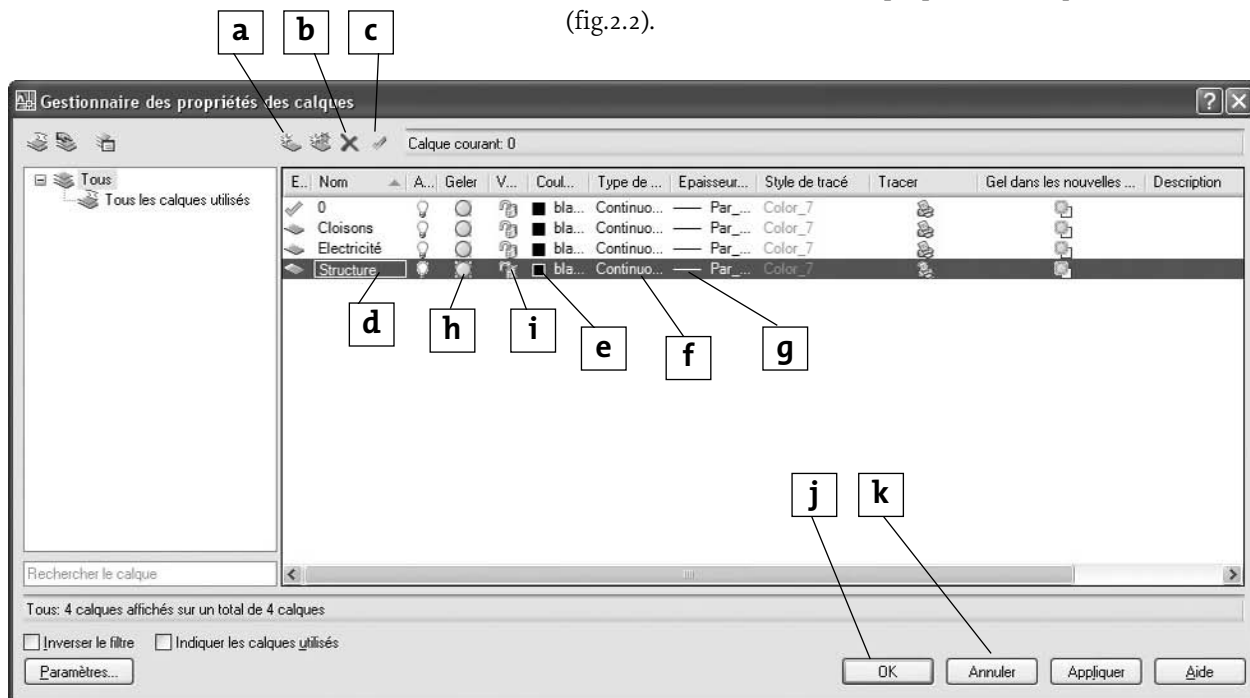

Fig.2.2
- 5 Modifier éventuellement les propriétés et cliquer sur **OK** (fig.2.2).